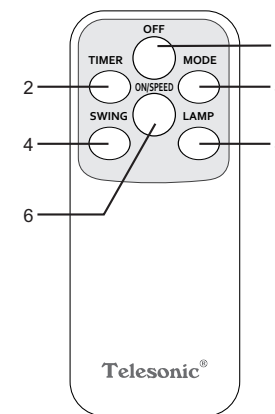
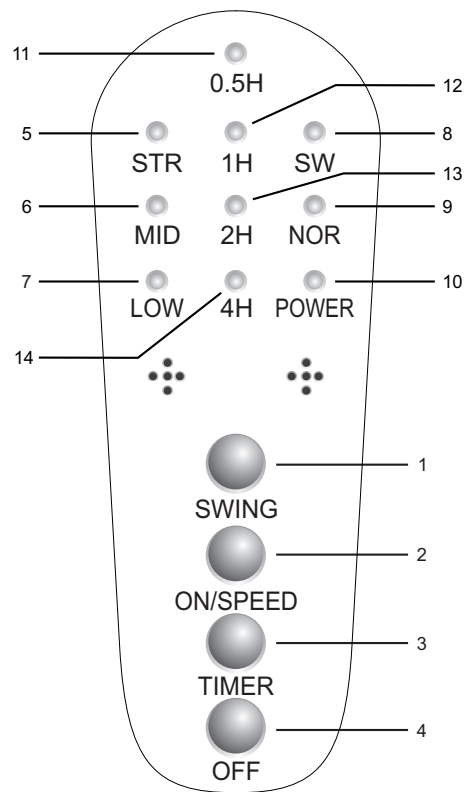

Fig. 2
Fig. 4
Detalle de la Botonera e Indicadores Luminosos (Fig. 4)
Puede controlar el ventilador utilizando la botonera (12) (fig.1) situada al frente o el control remoto (fig. 2) para acceder a todas las funciones.
- (a) Conecte el cable del ventilador (11) al tomacorriente (220V/50Hz).
- (b) Encienda el ventilador utilizando la tecla ON/SPEED (2) (fig. 4) de la botonera (12) y presione la tecla OFF (4) para apagarlo. Si utiliza el control remoto (fig. 2), con el botón ON/SPEED (6) lo enciende y con el botón OFF (1) lo apaga.
- (c) Seleccione la velocidad de operación presionando la tecla ON/SPEED (2) de la botonera reiteradamente o en el remoto el botón ON/SPEED (6). Al inicio la velocidad más baja LOW es seleccionada, puede elegir entre alguna de las 3 velocidades LOW/MID/STR (Lenta/Media/Rápida), el indicador luminoso correspondiente se encenderá en el panel frontal.
- (d) Presione la tecla SWING (1) en la botonera (12) o el botón SWING (4) en el remoto para activar o desactivar la función de oscilación del cabezal.
- (e) Presione la tecla TIMER (3) en la botonera (12) o el botón TIMER (2) en el remoto para activar el temporizador de apagado automático. Presionando en forma reiterada incrementa el tiempo de apagado en pasos de ½ H, los tiempos disponibles son : 0.5H/1H/1.5H/2H/2.5H/3H/3.5H/4H/4.5H/5H/5.5H/6H/6.5H/7H/7.5H), los diferentes indicadores luminosos del tiempo de apagado se encenderán de modo tal que la suma de sus valores indicará el tiempo de apagado. Ej. si selecciona 3H, los indicadores 1H y 2H se encenderán, si selecciona 5.5H los indicadores 2H, 3H y 0.5H se encenderán y así sucesivamente. Si presiona una vez más luego de seleccionar el